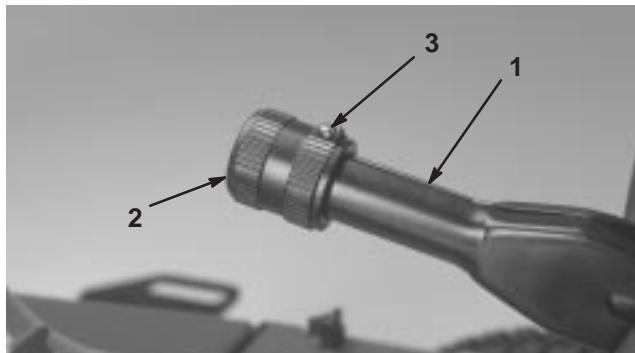

Figure 56
- Desserrez la vis de fixation du bouton sur le levier du frein de stationnement (Fig. 56).